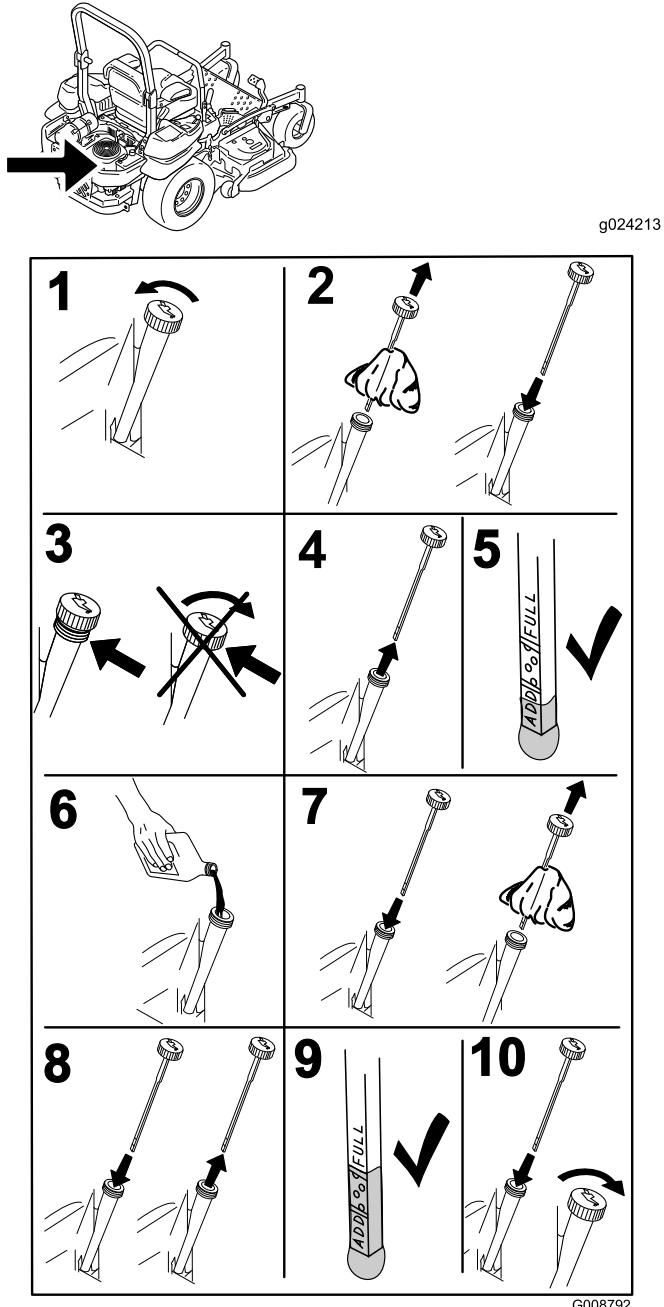

Figura 45
2. Pare el motor, retire la llave y espere a que se detengan todas las piezas en movimiento antes de abandonar el puesto del operador (Figura 45).